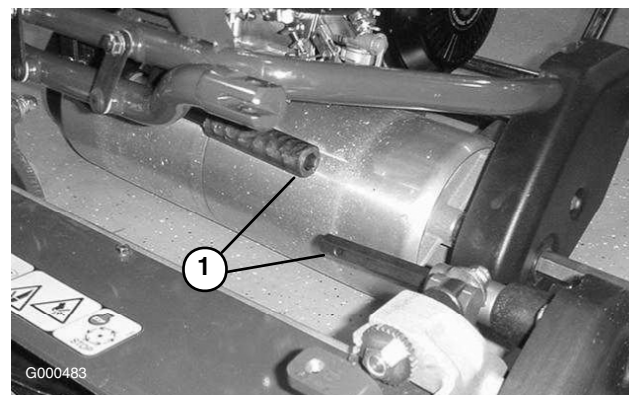

Figure 46
6. Tirez le plateau de coupe en avant d'environ 5,08 cm, puis vers la droite pour dégager l'accouplement de la transmission (Figure 46).